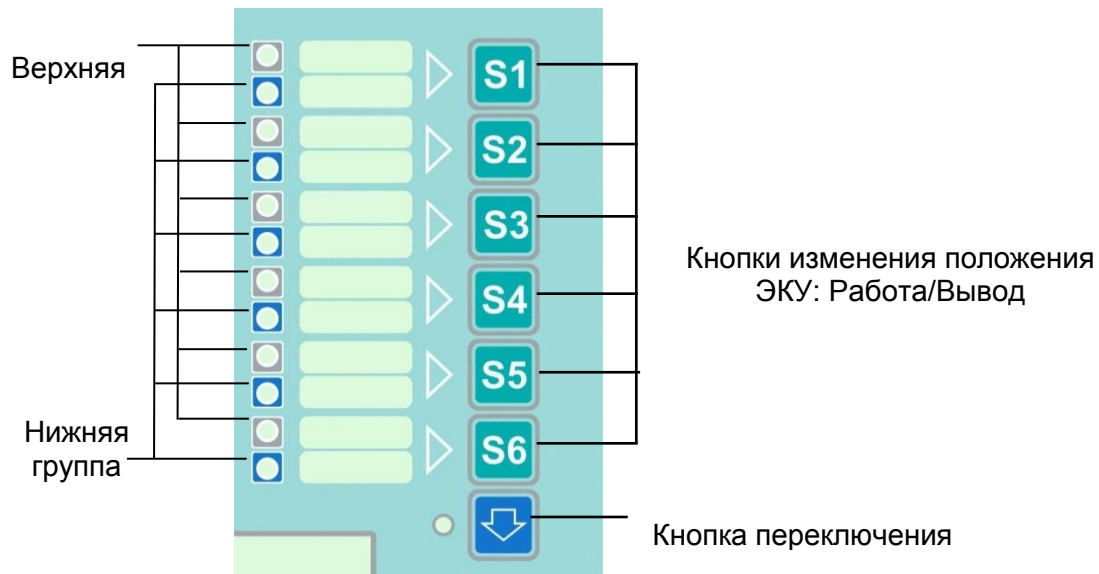

Рисунок 5 – ЭКУ
2.4.2.3.1 На лицевой панели терминала с горизонтальным расположением дисплея (см. рисунки 68 а), 69) могут располагаться ЭКУ (см. рисунок 5). Наличие и количество (6 или 12 шт.) ЭКУ определяется проектом. ЭКУ является аналогом оперативного ключа управления на двери шкафа РЗА. ЭКУ предназначен для оперативного изменения режимов работы функций РЗА терминала.
2.4.2.3.3 ЭКУ состоит из двух групп: верхняя и нижняя (см. рисунок 5). ЭКУ каждой группы может находиться в двух положениях: «РАБОТА»/«ВЫВОД». Светодиоды отображают текущее положение: в положении ЭКУ «РАБОТА» светодиод горит, в положении «ВЫВОД» не горит. В случае неиспользования кнопок ЭКУ в проекте, светодиоды с ЭКУ имеют назначения, приведенные в функциональной схеме терминала.
2.4.2.3.6 Для изменения положения ЭКУ следует нажать и удерживать кнопку изменения положения ЭКУ (см. рисунок 5) в течение 3 с: если активной является верхняя группа, то изменится положение соответствующего ЭКУ из верхней группы; если активной является нижняя группа, то изменится положение соответствующего ЭКУ из нижней группы.